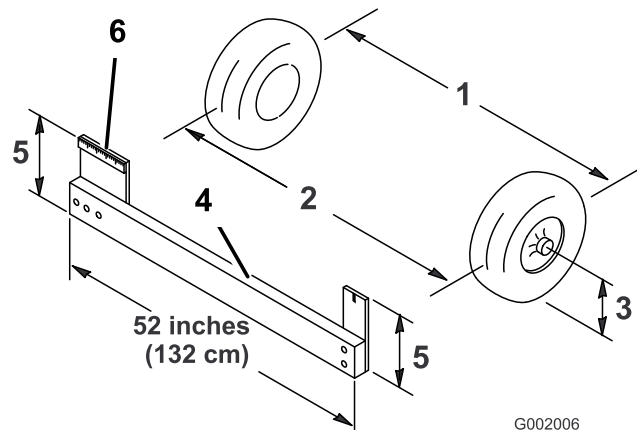

Bild 58
4. Messen Sie den Abstand zwischen beiden Vorderreifen auf Achshöhe (an der Vorder- und Rückseite der Vorderreifen) (Bild 58). Eine
Messlehre ist für das hintere Maß der Vorderreifen auf Achshöhe erforderlich. Benutzen Sie das gleiche Maß für das genaue Vermessen der Vorderseite der Vorderreifen auf Achshöhe (Bild 58).